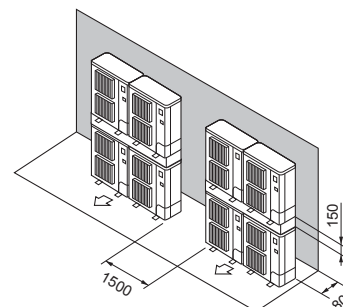

Fig. 2-15
- ⑦ Disposición de unidad apilada (Fig. 2-15)